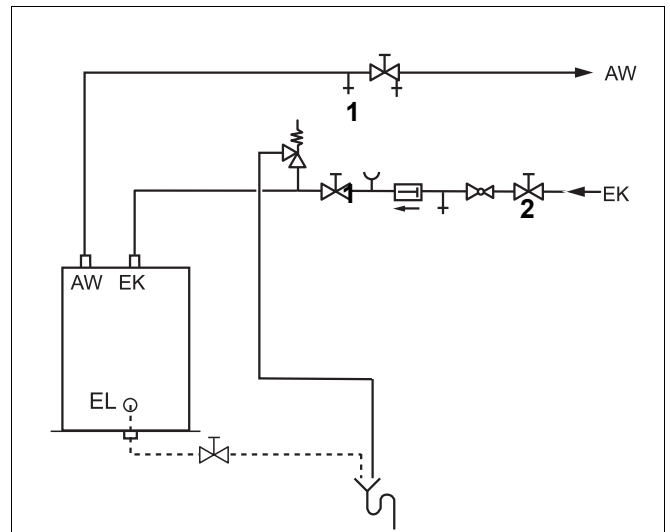

Рис. 13 Монтаж по DIN 1988 (принципиальная схема)
- ▶ Для удаления воздуха из бака откройте вентиль продувки и выпуска воздуха (рис. 13, [1]) или наиболее высоко расположенный водоразборный кран.
- ▶ Для заполнения бака откройте запорный вентиль на входе холодной воды ЕК (рис. 13, [2]).
- ▶ Перед нагревом проверьте заполнение водой отопительного котла, бака-водонагревателя и трубопроводов. Для этого откройте вентиль для продувки и выпуска воздуха (рис. 13, [1]).
ВНИМАНИЕ!	<p>ВОЗМОЖНО ПОВРЕЖДЕНИЕ БАКА</p> <p>При перекрытом предохранительном клапане бак-водонагреватель может быть повреждён из-за превышения допустимого давления.</p> <ul style="list-style-type: none"> ▶ Держите постоянно открытым дренажный трубопровод предохранительного клапана (рис. 13, стр. 15).
- дренажная линия предохранительного клапана (рис. 13, стр. 15) должна быть постоянно открыта